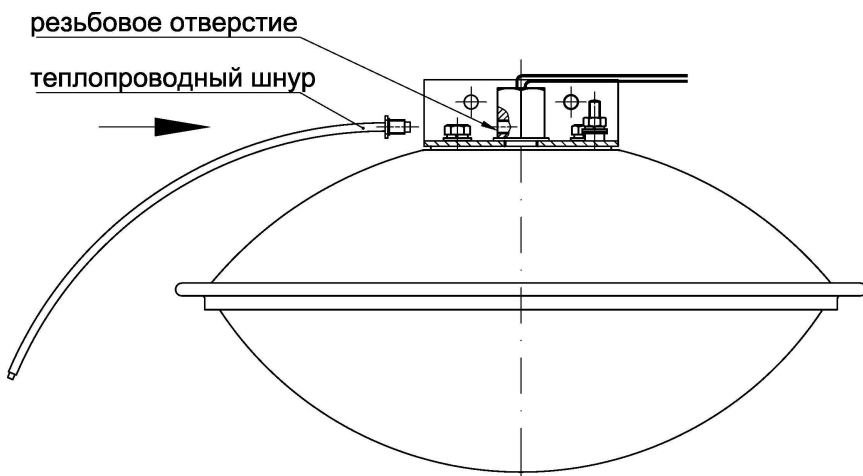

Рисунок 4. Замена поврежденного теплопроводного шнура или с истекшим сроком службы.
- 7.2.1 Замена поврежденного теплопроводного шнура или с истекшим сроком службы (см. рис. 4):